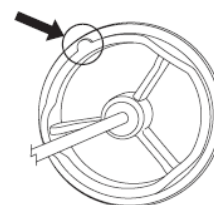

図2: 弁型縫着輪
- ・弁型サイザーは、植え込み後を想定した生体弁の縫着輪をわずかに小さくした形を反映している。弁型サイザーの突起形状はステントポストを再現したものである。縫着輪の突起部(図2 矢印部)は生体弁の最大弁尖を示している。円筒型サイザーの外径は生体弁のサイズに相当する。